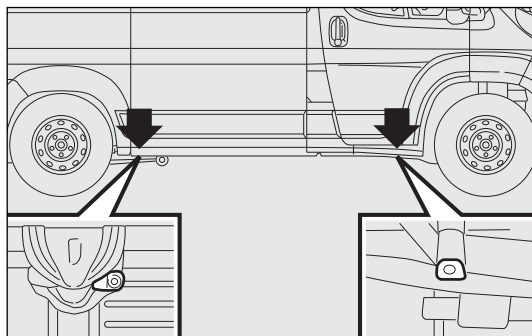
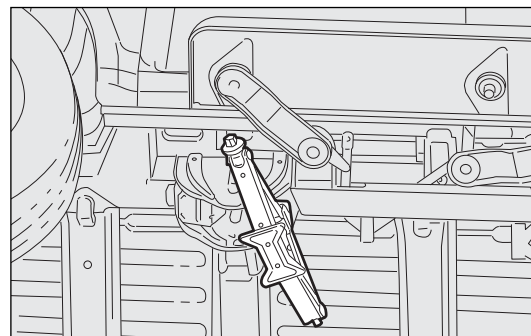

fig. 165
fig. 166
- colocar el gato a la altura del soporte de elevación más próximo a la rueda que deba cambiarse en los puntos ilustrados en la fig. 165. Para versiones con batalla corta con plataforma retráctil, el gato debe colocarse en el punto de elevación que muestra la fig. 166 orientado (45°) de tal forma que no interfiera con la plataforma retráctil;